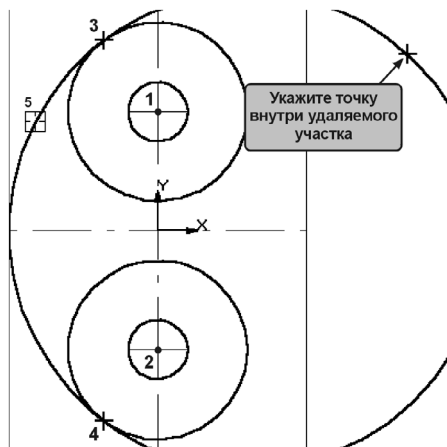

Рис. 29.13. Усечение окружности
11. В ответ на запрос системы укажите курсором на окружность (курсор 5 на рис. 29.13). Укажите начальную 3 и конечную 4 точки участка усечения. Используйте привязку **Пересечение**. Дополнительно укажите любую точку удаляемого участка окружности в правой ее части.